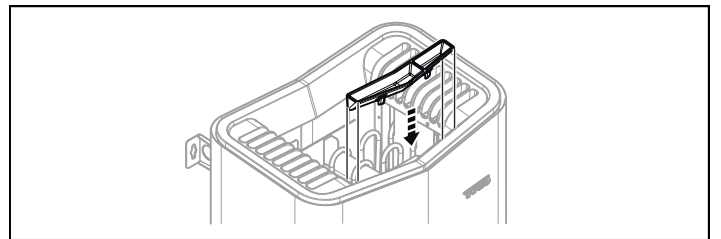

Fig. 12 : Montage du récipient à parfum/de l'humidificateur
- Coupelle à herbes/humidificateur (voir la figure 12).